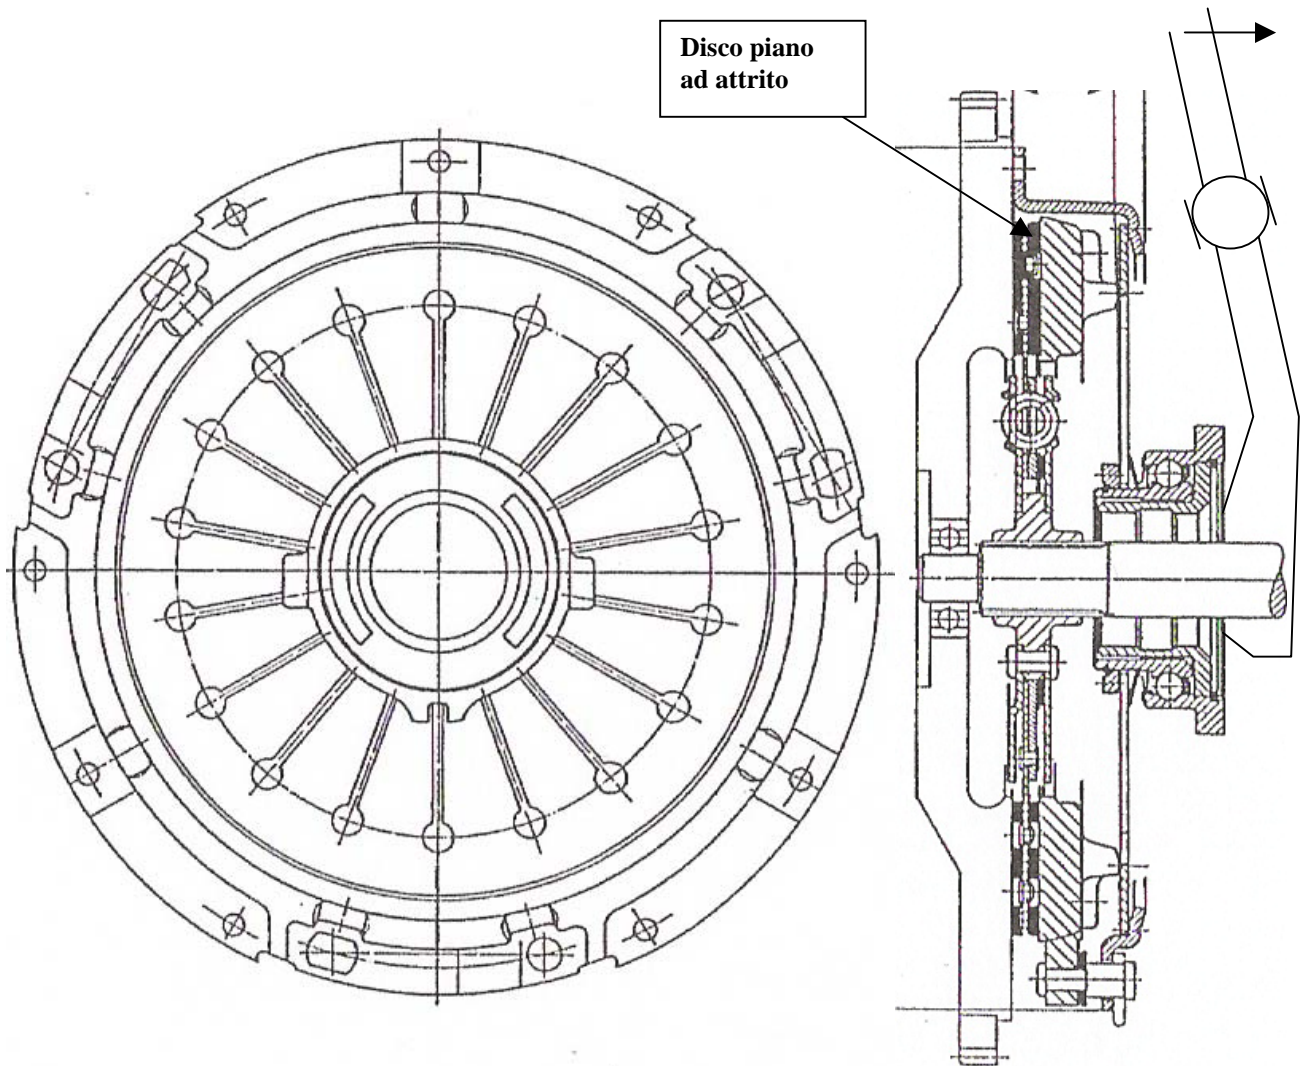

Fig.1
Dati gli schemi di un sistema di innesto a frizione automobilistica con molla a tazza (fig.1) e a comando meccanico mediante cavo (fig.2), si chiede di sviluppare i seguenti punti:
- 1) principi di dimensionamento del disco ad attrito e considerazioni di funzionamento dell' innesto (fig 1).